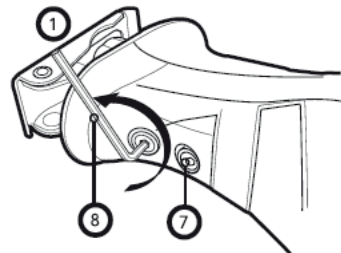

Рисунок 4
- Для продолжительной службы пильного полотна, рекомендуется отрегулировать опорную подошву (1).
- Используя шестигранный ключ (8) ослабьте гайки (7). Выберите нужную длину опорной пластины и хорошо зафиксируйте пластину (Рисунок 4).